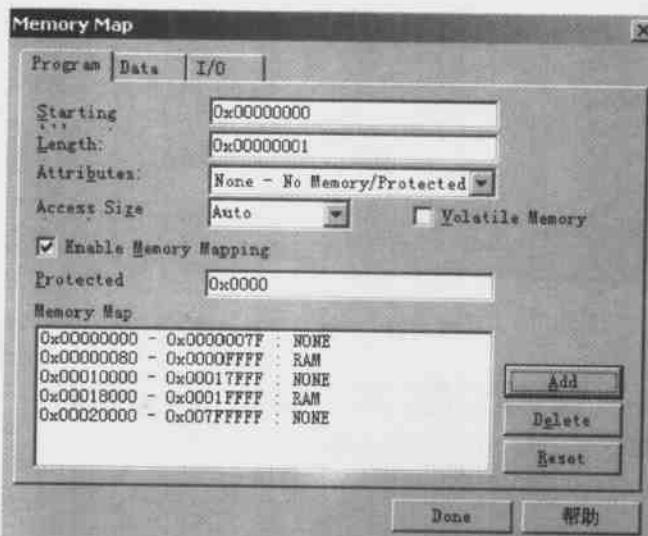

图 3.25 Memory Map 对话框
(3) Memory Map 定义存储器映射。存储器映射指明了 CCS 调试器能访问的哪段寄存器,不能访问的哪段寄存器。通常情况下,存储器映射与命令文件(\*.cmd)定义的相一致。第一次运行 CCS 的时候,存储器映射是禁用的状态(没选中 Enable Memory Mapping),也就是说,CCS 调试器可以存取 DSP 目标板上所有的可寻址的 RAM 存储器。当使能存储器映射后,CCS 调试器将根据存储器映射的设置,检查其可以访问的存储器。如果要存取的是未定义或保护区的数据,则调试器将显示默认值而不是存取 DSP 目标系统的数据。
① 添加存储器映射设置。单击 Memory Map 命令,将弹出 Memory Map 对话框,如图 3.25 所示。